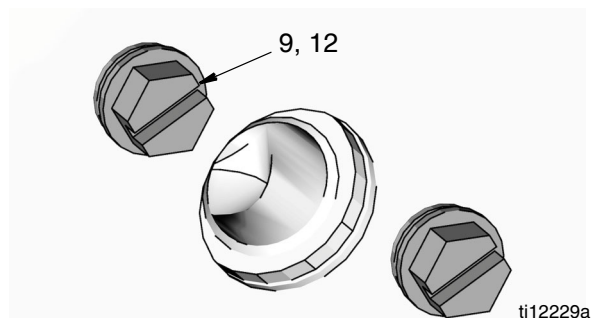

Рис. 27
- Открутите только верхний винт (12) с шайбой (9) (Рис. 27).